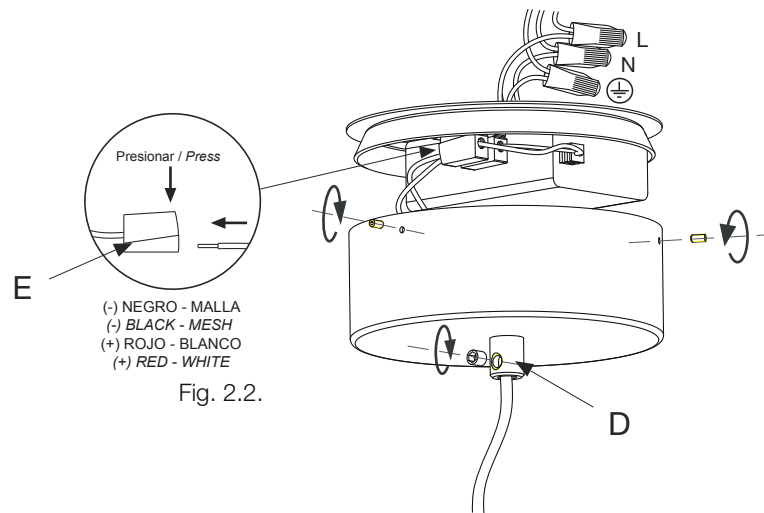

Fig. 2.2.
2.2. Pasar el cable eléctrico a través del agujero del florón. Asegurar el cable eléctrico utilizando el prensacables (D). Hacer la conexión eléctrica del LED con los conectores (E) como se muestra en la Fig. 2.2.. Fijar el florón mediante los tornillos suministrados.
2.2. Passez le câble électrique à travers le trou de la rosace. Fixez le câble électrique en serrant la vis du serre-câbles (D). Effectuez la connexion électrique de la LED avec les connecteurs (E) comme indiqué à la Fig.2.2.. Fixez la rosace à l'aide des vis fournies.
2.2. Das Elektrokabel durch das Öffnung der Kreuzblume führen. Das Elektrokabel über die Schraube der Kabelpresse sichern (D). Stellen Sie den elektrischen Anschluss des LEDs mit den Steckverbindern (E) wie in Abb. 2.2. dargestellt her. Befestigen Sie die Deckenrosette mit den mitgelieferten Schrauben.